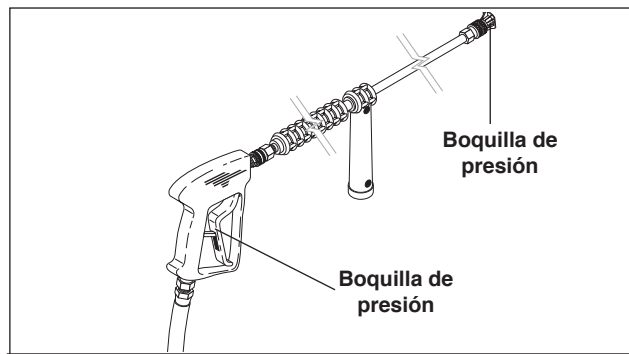

Figura 4 - Instalación de la boquilla/seguro del gatillo
1. 1. Instale la boquilla del conector rápido en el extremo de la varilla. Vea la Figura 4.